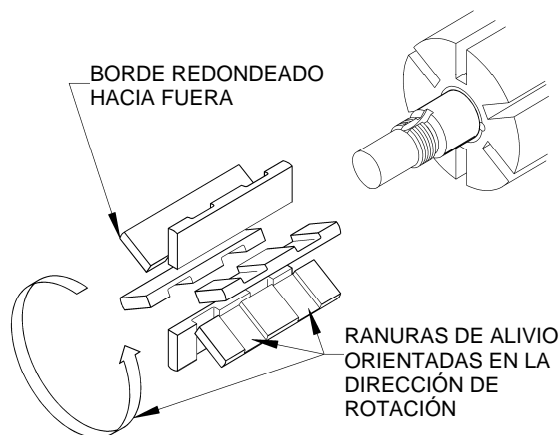
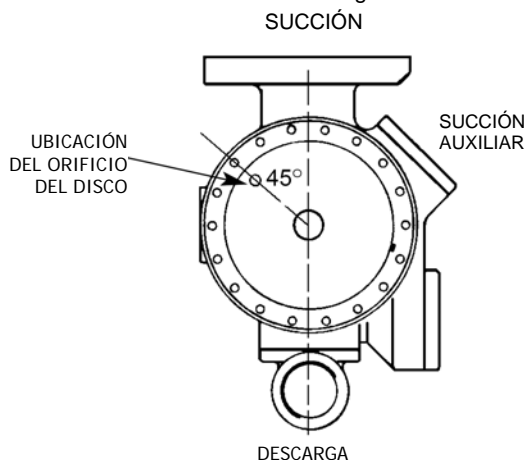

Figura 4 – Instalación de las paletas
Figura 5 - Ubicación de los orificios de alivio del disco
3. Gire el eje a mano hasta que una paleta (14) llegue a la posición superior (de las 12 horas) del rotor. Desmonte la paleta.
4. Instale una nueva paleta (14), asegurándose de que el borde redondeado quede HACIA ARRIBA, y que las ranuras de alivio queden orientadas hacia la dirección de rotación. Consulte la figura 4.
1. Instale la claveta del revestimiento (74) en la ranura de la parte superior del revestimiento (41).
2. Alinee la claveta del revestimiento (74) con la claveta de la carcasa de la bomba y comience a insertar el revestimiento (41) en la carcasa (12) con las ranuras en el revestimiento hacia el puerto de ENTRADA y el patrón de orificios en el revestimiento hacia el puerto de DESCARGA. Golpee uniformemente el borde externo del revestimiento con un mazo de caucho para insertarlo completamente en la carcasa. NOTA: Si el revestimiento está instalado al revés, restringirá las aberturas de los puertos y producirá cavitación, ruido y pérdida de capacidad.
3. Coloque el disco (71) contra el revestimiento (41) con la cavidad del sello hacia fuera y el orificio de alivio del disco situado tal como se muestra en la figura 5.
4. Sin instalar la junta tórica del cabezal ni los componentes del sello mecánico, conecte temporalmente el cabezal externo (20) y el rodamiento (24) a la carcasa (12). Instale y apriete manualmente dos tornillos prisioneros (21), separados 180 grados entre sí. Este cabezal se utilizará para sujetar y alinear el rotor y el eje (13) mientras al lado interno de la bomba está montado.
5. Retire las paletas (14) y las varillas de empuje (77) del conjunto de rotor y eje (13). Inspeccione en busca de desgaste y daños, y reemplace según se indica a continuación:
- a. Instale parcialmente el extremo no conducido del rotor y eje (13) en el lado abierto de la carcasa de la bomba (12).
- b. Deje parte del rotor fuera de la carcasa (12) de modo que las paletas inferiores (14) puedan instalarse y sujetarse en posición a medida que se instalan las varillas de empuje (77) en los orificios de las varillas de empuje del rotor. Inserte las nuevas paletas en las ranuras del rotor, con los bordes redondeados hacia fuera, y las ranuras de alivio orientadas HACIA la dirección de rotación. Consulte la figura 4.
- c. Después de haber instalado las paletas inferiores y las varillas de empuje, inserte el rotor y el eje (13) completamente en la carcasa (12).
- d. Instale las paletas restantes (14) en las posiciones superiores del rotor.
6. Instale el disco (71) del lado interno de la bomba con la cavidad del sello orientada hacia fuera y el orificio de alivio del disco situado tal como se muestra en la figura 5.